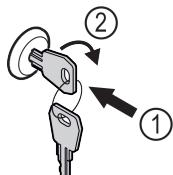

Fig. 87
- Zatlačte klúč Fig. 87 (1).
- Otočte klúč o 90° v smere hodinových ručičiek Fig. 87 (2).